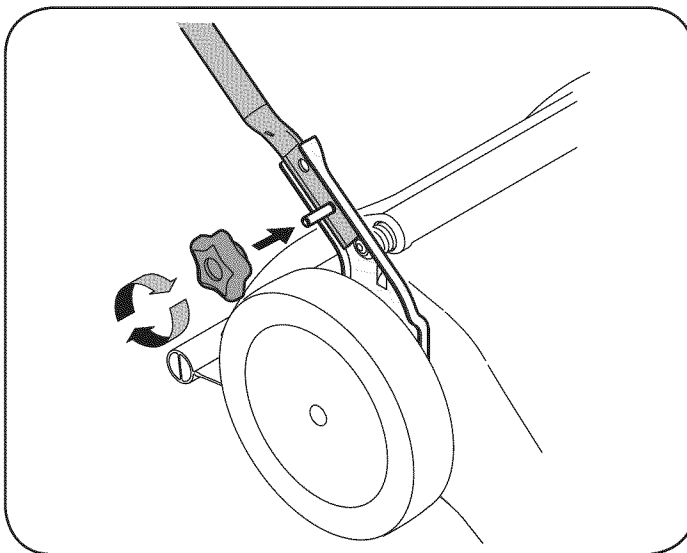

Figura 2
6. Apriete las perillas en estrella ajustando la manija inferior a los soportes de la manija. Vea la Figura 2. Compruebe que la manija inferior esté firmemente asentada en los soportes de montaje de la manija.